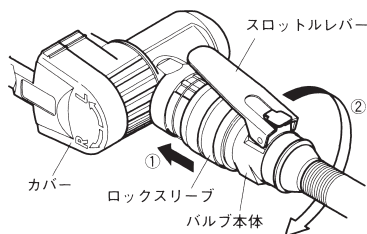
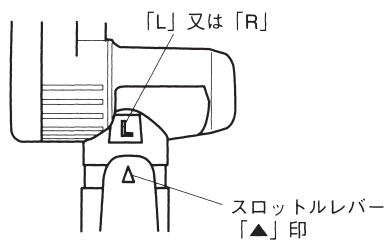

図8
図10
4-5 研磨ベルトの回転方向 (図8~10)
- (6) 研磨ベルトの回転方向は、スロットルレバーの印▲をハウジングのゴム部表裏に表示しているLもしくはRに合わせると、図8のカバー表面に表示してあるL・R方向に研磨ベルトが回転します。(図10)
(研磨ベルトの回転方向L・Rはカバー表面に表示しています。(図8))